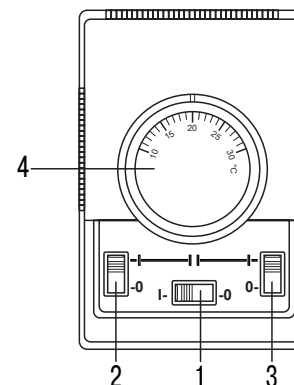

Рисунок 7. Пульт управления
1. Перед включением завесы переключатели пульта управления должны находиться в положении 0 (см. рис. 7).